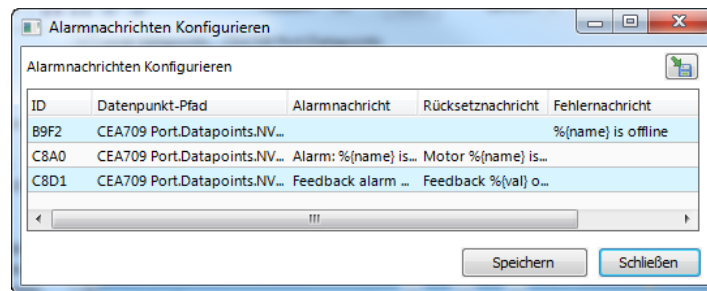

Abbildung 139: Tabellenansicht für das Multi-Edit von Alarmmeldungen
- **Alarmnachrichten konfigurieren:** Benutzen Sie diese Option vom Kontextmenü, um Alarmnachrichten (Alarm-, Rücksetz-, Fehlernachricht) einer Mehrfachauswahl von Datenpunkten zu editieren. Ein Dialog mit einer Tabellenansicht erscheint wie in Abbildung 139 gezeigt. Editieren Sie die Nachrichten direkt in der Tabelle. Als Alternative klicken Sie auf den Export-Knopf , um die Tabelle in eine CSV-Datei für das Weiterverarbeiten in Excel zu exportieren. Importieren sie eine CSV-Datei mit Alarmnachrichten im Menü **Werkzeuge → Alarmnachrichten importieren**.